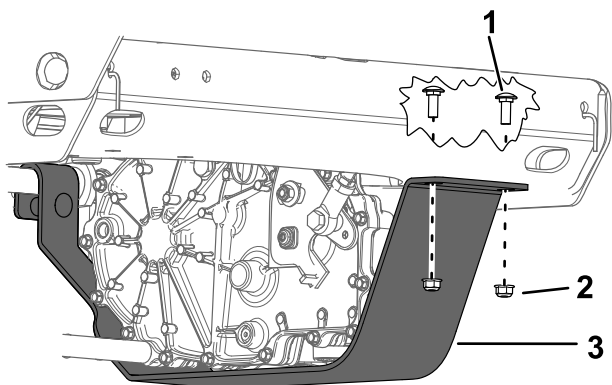

Figura 64
2. Bullone (2)
5. Togliete i 2 bulloni e i dadi da entrambe le protezioni del transaxle (Figura 64).
8. Inclinate le protezioni del transaxle verso il basso e fissate entrambe con 2 bulloni e 2 dadi (Figura 64).